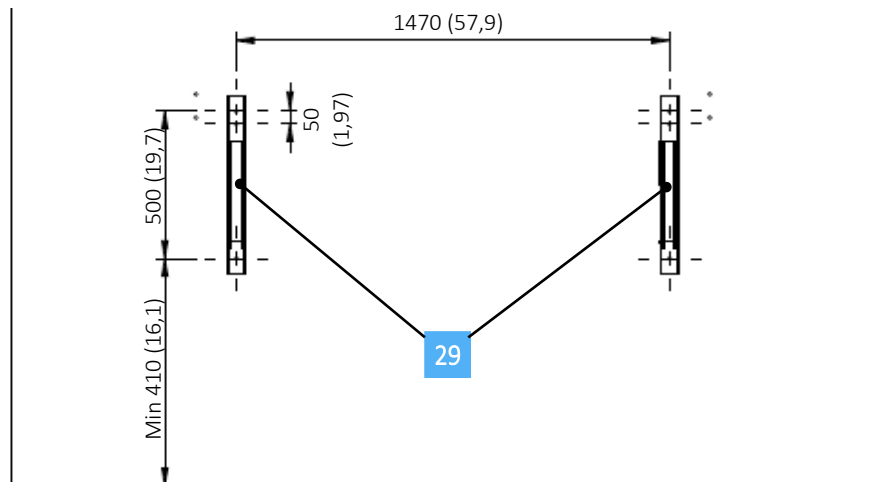

Fig. 30 Montage mural des supports. Dimensions en mm (inch).
- 1 Installez les supports de retenue [29] (73-00165-01 de la PN) au mur porteur à l'aide de chevilles M12 ont été installés. La distance au poste pour lequel les supports entre eux est montré dans la Figure 30. Pour la garde au sol aussi se référer aux instructions du Chap. 8.